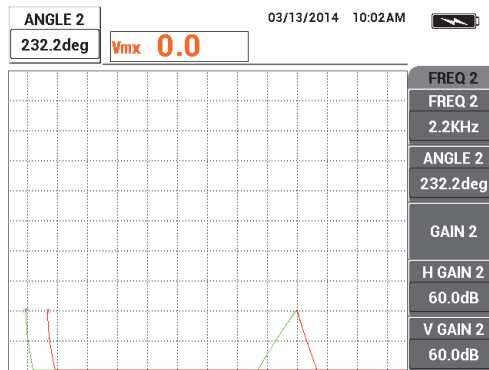

Abbildung 5-118 Einstellen von WINKEL 2
6. Beim Halten der Sonde an der Position, drücken Sie erneut die Direktzugriffstaste ANGLE () und stellen Sie **WINKEL 2** ein, so dass er sich auch so horizontal wie möglich befindet (siehe Abbildung 5-118 auf Seite 227).